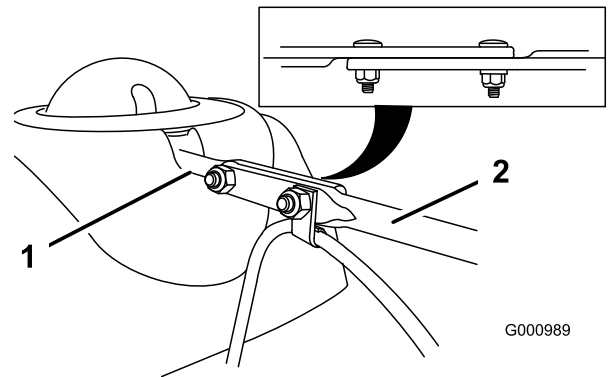

Figure 9
3. Alignez l'extrémité plate arrière de la longue tige d'orientation de la goulotte sur l'extrémité plate avant de la tige courte qui part du panneau de commande de façon à les engager l'une dans l'autre (Figure 9).